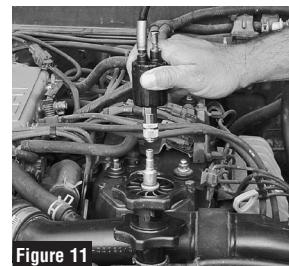

Figure 11
3. Positionner le raccord rapide femelle à l'extrémité du tuyau en caoutchouc de la pompe, sur le raccord rapide mâle de l'adaptateur, et appuyer dessus. Vérifier que le manchon amovible du raccord rapide s'enclenche et que la liaison est bonne. Voir Figures 11 et 12.